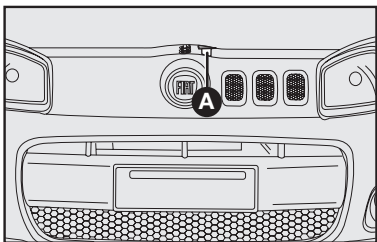

fig. 72
- 2) Mueva hacia arriba la traba **A-fig. 72**;